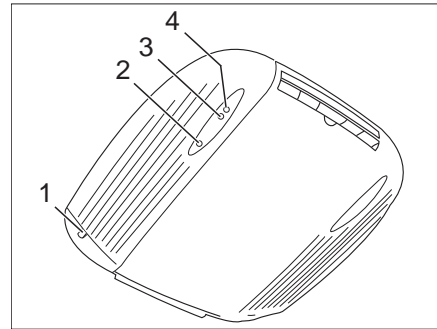

Fig. 203 Vista interior
- Conectar el vehículo a la alimentación de 230 V. La instalación de aire acondicionado está lista para el funcionamiento. El LED rojo (Fig. 203,2) luce.
- La luz de control verde (Fig. 203,3) indica el funcionamiento de la refrigeración, la luz de control rojo (Fig. 203,4) el funcionamiento de la calefacción.